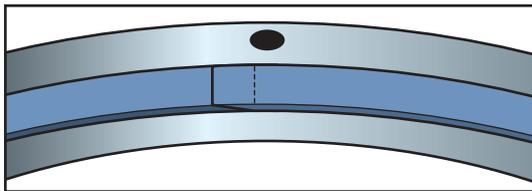

Abb. 2
- Schrägschnitt bei spannungsempfindlichen Bauteilen, Schäfftlänge 1-2 x Dichtungsbreite. Siehe Abb. 2